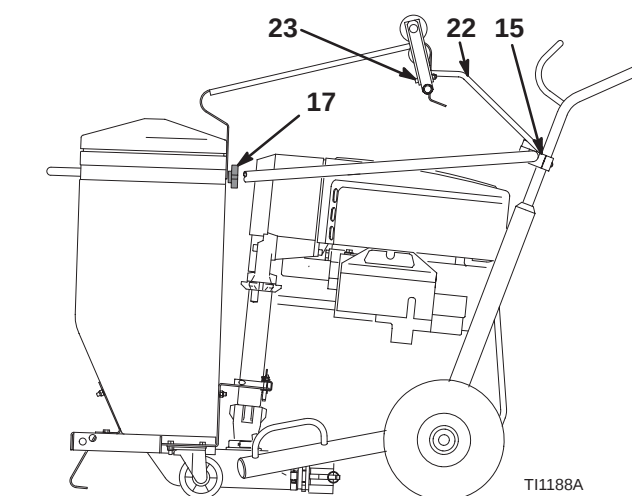

Fig. 2 Carro inclinado hacia atrás
1. Fig. 2. Coloque dos abrazaderas (15) en el manillar extendido del pulverizador y dos perillas (17) en la tolva para texturas.
2. Coloque el soporte (22) con dos tornillos (23).
3. Coloque los extremos delanteros del rodillo para bolsas debajo de las dos abrazaderas delanteras (15). Pase dos de las ranuras sobre las dos perillas (17) de la tolva. Apriete las perillas.